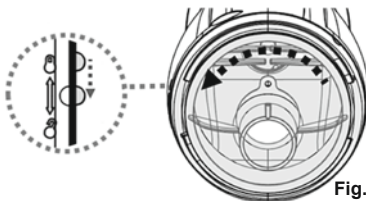

Fig.1
2. Tenere fermo il corpo dell'aspiratore e ruotare la calotta in senso antiorario fino a quando il segno bianco sulla stessa risulta allineato al segno di blocco-sblocco. (Fig. 1) Staccare la calotta e rimuovere il sacco filtro / la gabbia del filtro dall'aspiratore elettrico.